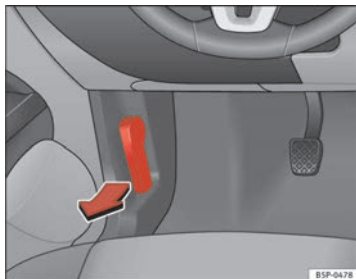

Abb. 155 Ausschnitt aus dem Fußraum auf der Fahrerseite: Entriegelungshebel für die Motorraumklappe
- Ziehen Sie den Hebel unter der Instrumententafel ⇒ **Abb. 155** in Pfeilrichtung. Die Motorraumklappe wird durch Federwirkung entriegelt ⇒ .